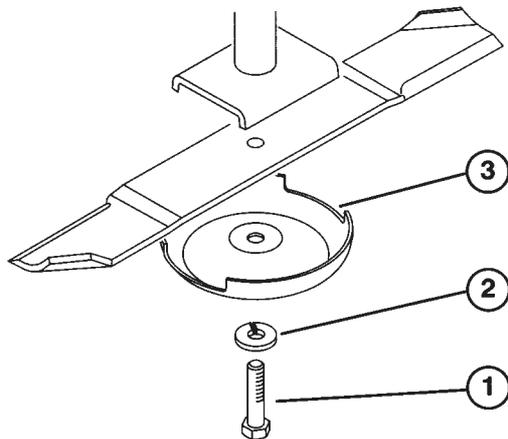

Bild 18
5. Alle drei Messerbalken in die "A"-Stellung (Bild 18) bringen und den Abstand von der ebenen Fläche bis zur Unterseite der Messerspitze an allen Messerbalken messen (Bild 22).